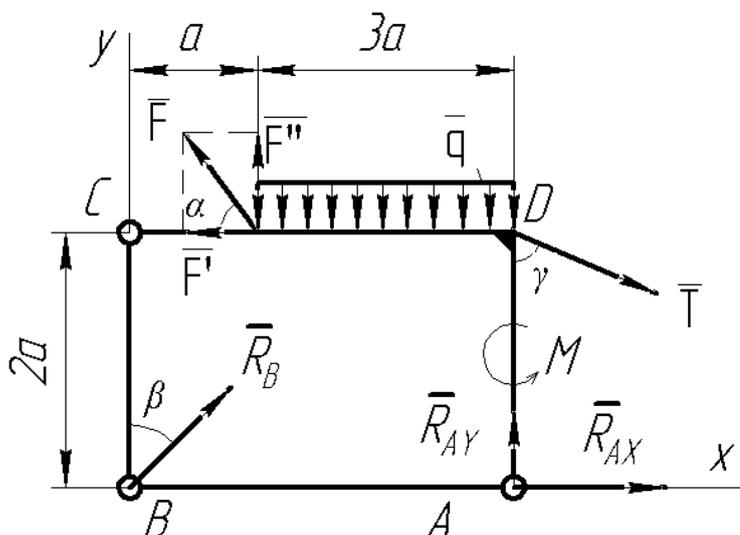

Рисунок 2.11 – Расчетная схема к примеру выполнения задания 1
1. Рассмотрим равновесие фермы. Разместим ферму в декартовой системе координат XU , отбросим связи и изобразим вместо них на нем кроме действующих силовых факторов реакции связей (см. рис. 2.11). Здесь $T=P$.
Отрицательные знаки при R_{AX} и R_{AY} показывают, что они направлены противоположно показанным на рис. 2.11.